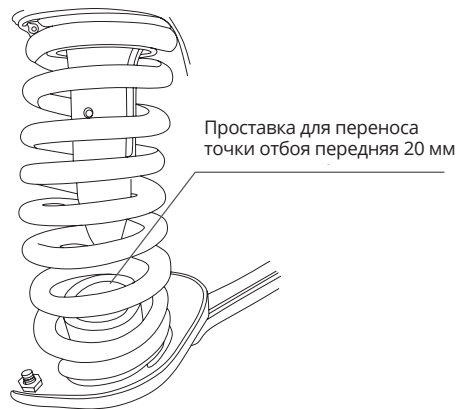

Рис. 3
4. Используя крепеж из комплекта, установите переднюю проставку переноса точки отбоя как показано на Рис. 3.